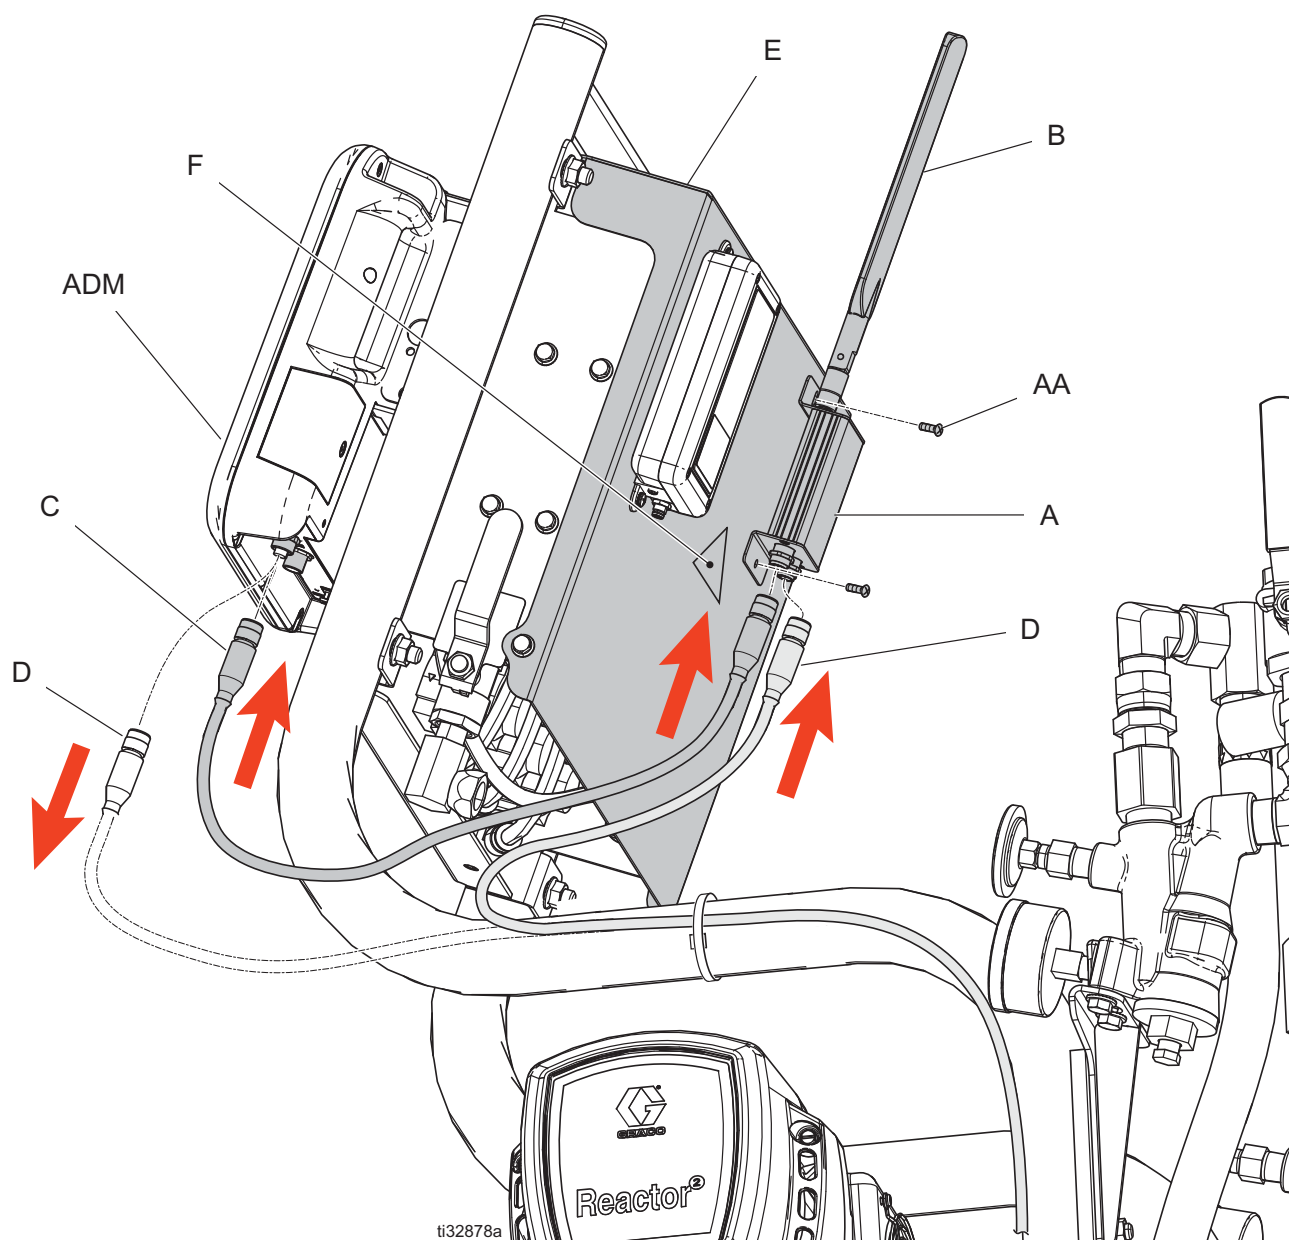

FIG. 2: Installation type du module pour appareils mobiles (Reactor 2 intégré)
4. Apposer l'étiquette d'avertissement (F) sur le dos du nouveau couvercle (E) du panneau d'air comme montré sur les figures FIG. 1 et FIG. 2.
5. Installer le module pour appareils mobiles (A) sur le dos du nouveau couvercle du panneau d'air en utilisant les trous déjà percés et deux vis de fixation (AA).